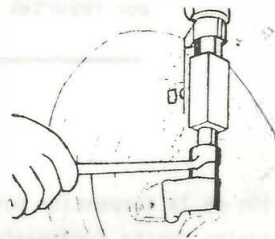

Fig. 3
- Suelte las rótulas usando la herramienta recomendada (fig. 3).